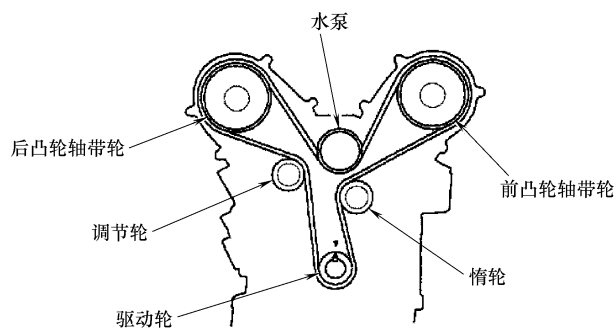

图 23-110 安装正时带
5) 按照图 23-110 所示, 从驱动轮开始, 沿逆时针方向安装正时带。